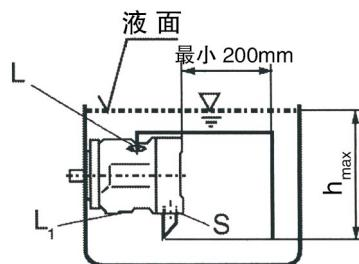

图 3
- a) 当油箱的最低液面在泵顶端之上时，把泄油口“ L_1 ”堵住，泄油口“L”、进油口“S”配管参见图 3。